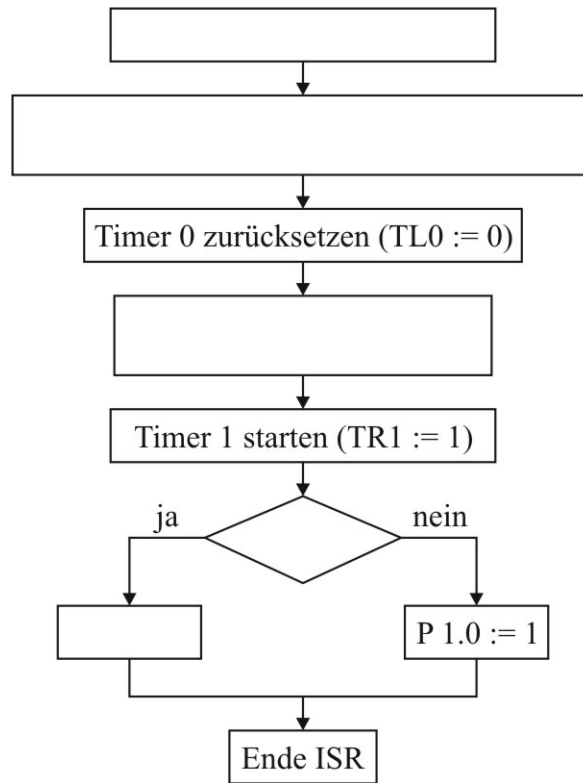

Abbildung 7.1: Flussdiagramm der Interruptroutine von Timer 1
- c) Vervollständigen Sie das Flussdiagramm in Abbildung 7.1 für die Interruptroutine von Timer 1! Geben Sie dabei neben dem Kommentar jeweils auch den entsprechenden Assemblerbefehl an.